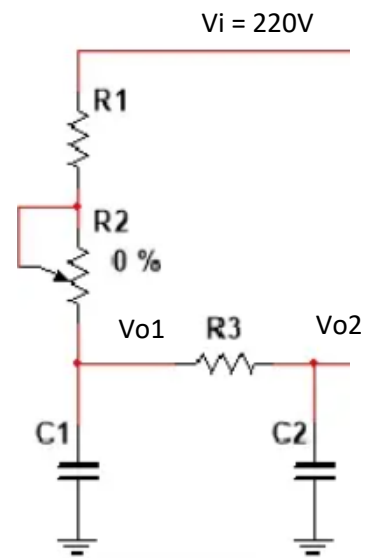

Figura 3b
Se tiene el circuito de la Figura 3b donde se conectan dos circuitos RC en cascada:
10. Para el circuito de la Figura 3b, realice los cálculos usando el análisis de impedancias complejas para encontrar los voltajes Vo1 y Vo2 en su forma polar (módulo y argumento), cuando el potenciómetro este en 0% y 100%. Complete la Tabla 4.